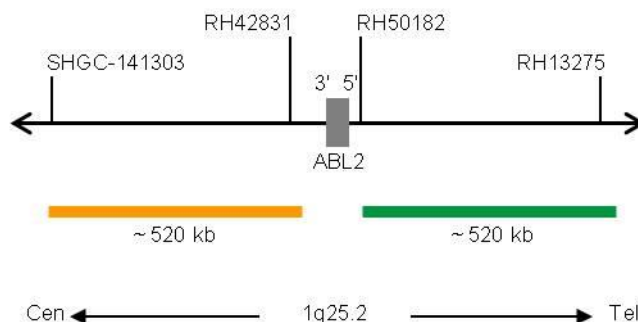

Fig. 1: SPEC ABL2 Mappa della sonda (non in scala)
- Polinucleotidi (~10.0 ng/μl) marcati con ZyGreen (eccitazione 503 nm/emissione 528 nm), le cui sequenze target mappano in 1q25.2* (chr1:179,141,608-179,659,091) distali al punto di rottura di ABL2 (vedere Fig. 1).
- Polinucleotidi (~4.5 ng/μl) marcati con ZyOrange (eccitazione 547 nm/emissione 572 nm), le cui sequenze target mappano in 1q25.2* (chr1:178,496,704-179,015,312) prossimali al punto di rottura di ABL2 (vedere Fig. 1).